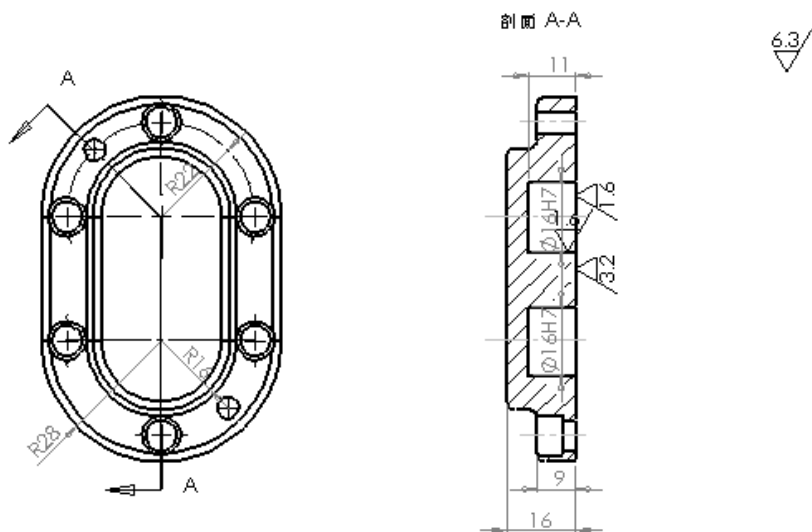

图 8-101 标注表面粗糙度
**08** 设置完成后，移动光标到需要标注表面粗糙度的位置，单击即可完成标注，单击 FeatureManager 中的  按钮，表面粗糙度即标注完成。下表面的标注需要设置角度为 180 度，标注表面粗糙度效果如图 8-101 所示。